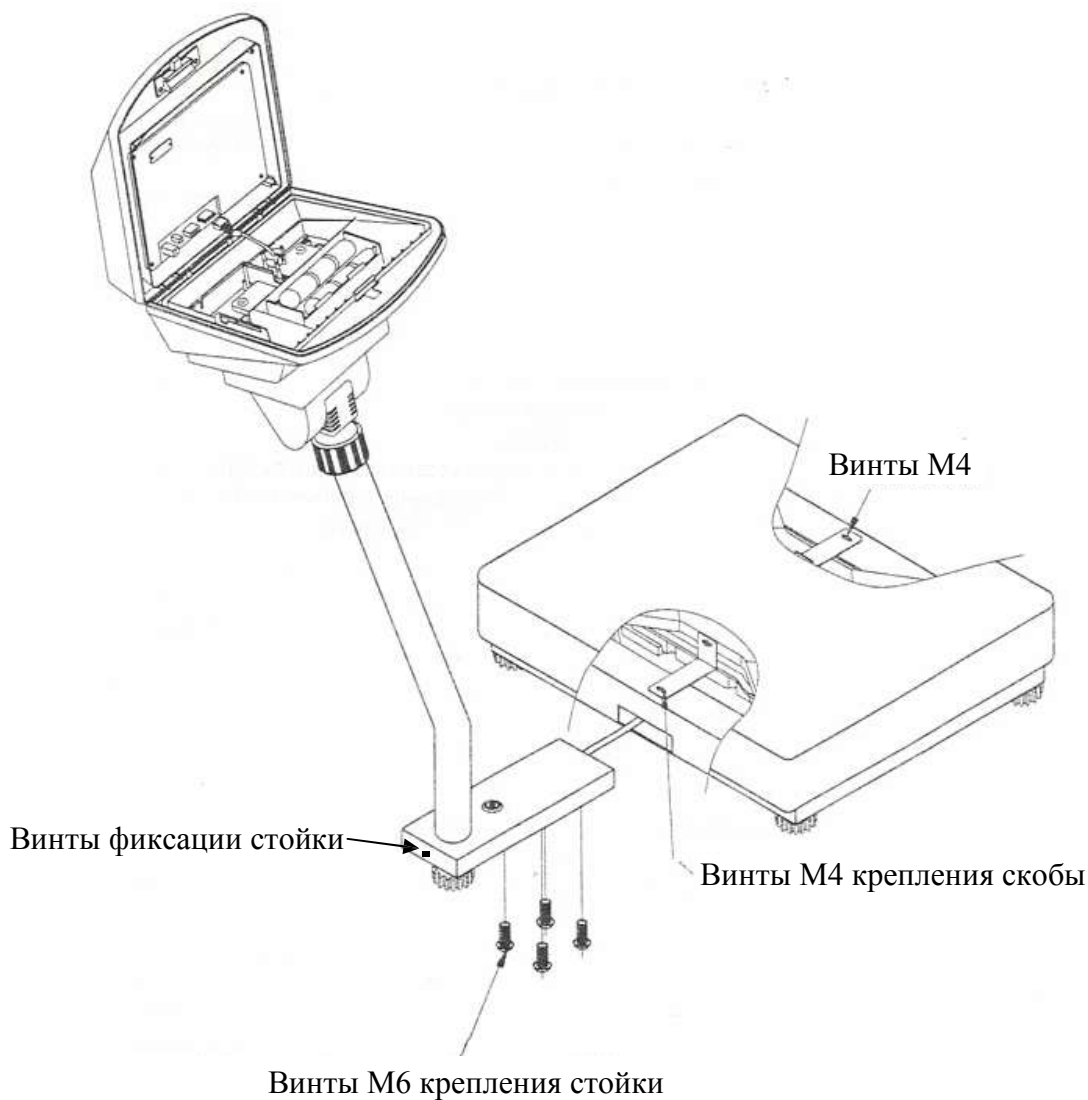

Рисунок 5.1 – Порядок сборки
- ❑ Вставьте стойку в паз корпуса весов и зафиксируйте её двумя винтами (см. рисунок 5.1), используя шестигранный ключ.